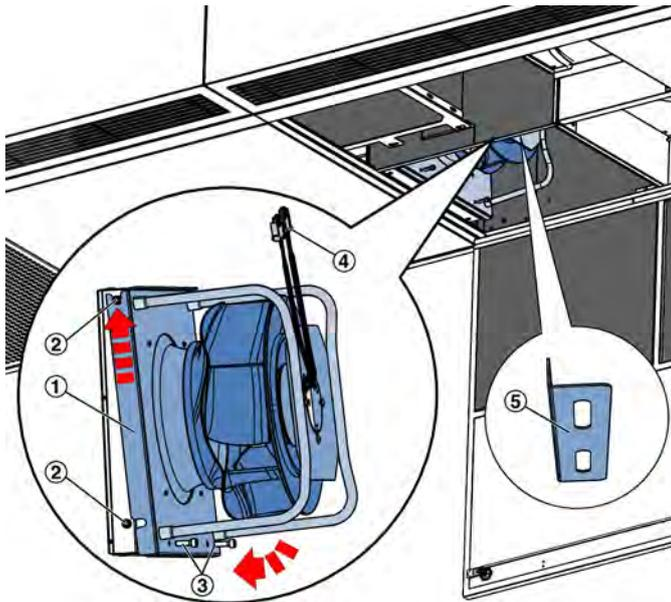

Abb. 21: Montage des Ventilators
18. ▶ Die Ventilatorbaugruppe (Abb. 21 /1) zuerst auf die oberen Bolzen (Abb. 21 /1) stecken, dann auf die unteren Bolzen schwenken. Ventilator mit Schrauben (Abb. 21 /3) befestigen. Anschlussstecker (Abb. 21 /4) des Ventilators im Buchsen einstecken, Kabel mit Kabelbindern am Halter (Abb. 21 /5) sichern.